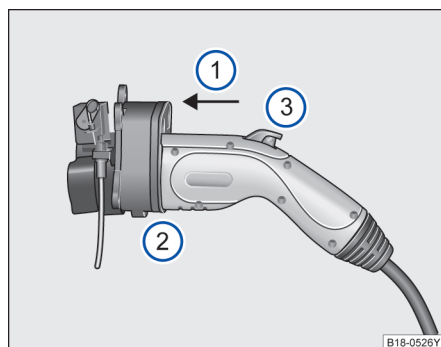

图 137 充电插头示意图
请将充电插头平行地插入充电插座 → 图 137①。
请将充电插头完全插入充电插座 → 图 137②。
请确保充电插头上的按键处于弹起状态 → 图 137